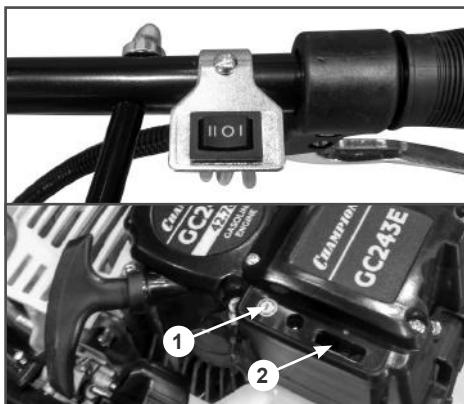

Рис. 14 Выключатель зажигания, кнопка запуска и гнездо предохранителя
5. Вставьте предохранитель 2 в гнездо (Рис. 14), если он не установлен.
- Нажмите на переднюю часть клавиши (Рис. 14) выключателя зажигания (передняя часть клавиши промаркирована одной линией). Двигатель запускается только на короткое время и сразу глохнет.
Запустить двигатель можно также при нажатии кнопки 1 запуска на стартере (Рис. 14).